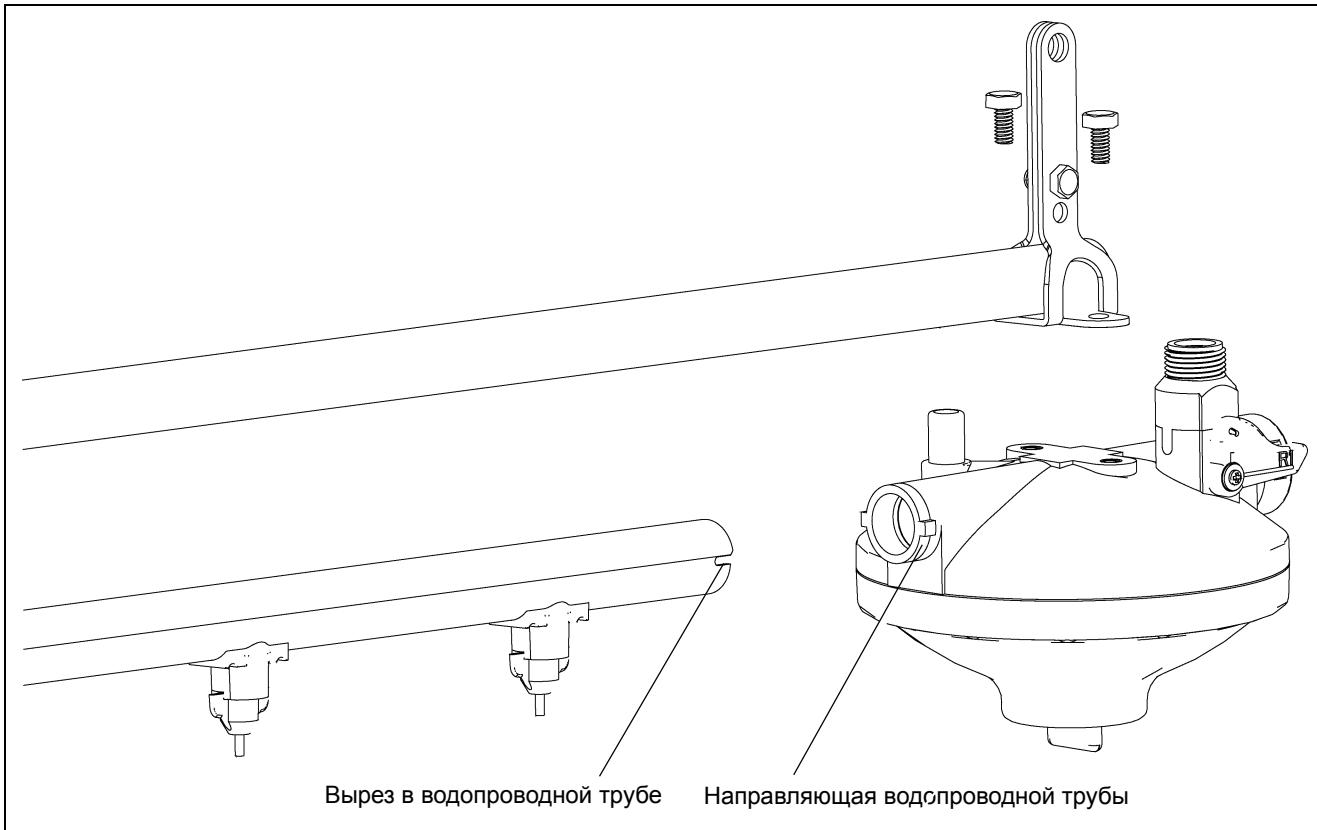

Рисунок 6E
- Прикрепите регулятор к кронштейну с помощью двух (2) винтов (S-4611) длиной 1/2", входящих в комплект регулятора, как показано на Рисунок 6E.
- Вставьте водопроводную трубу в регулятор и совместите вырезы в трубе с направляющими регулятора, как показано на Рисунок 6E. **ПРИМЕЧАНИЕ.** Рекомендуется установить клапаны поилки на водопроводные трубы до начала монтажа системы на месте, чтобы не допустить попадания мусора в водопроводную систему. (См. раздел "Клапан поилки" на стр. 27.)